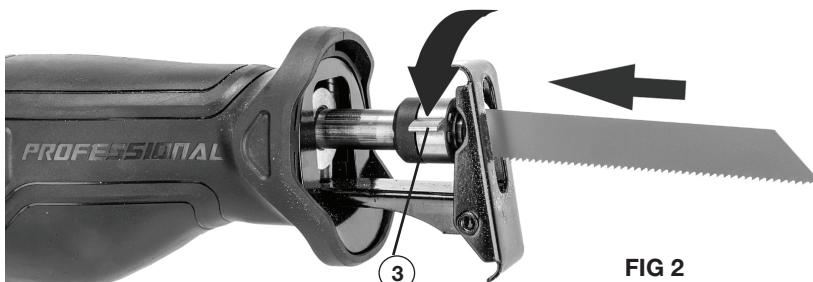

FIG 2
### INSTALACIÓN Y RETIRO DE LA HOJA DE SIERRA (FIG 2)
**Para instalar una hoja,** gira la abrazadera de liberación rápida de la hoja (3) todo lo que pueda en la dirección que se muestra en la FIG 2 (en sentido contrario a las agujas del reloj si estás frente a la sierra). Desliza la nueva hoja en la abrazadera de liberación rápida de la hoja todo lo que pueda. Libera la abrazadera de liberación rápida de la hoja. La nueva hoja ahora debería estar firmemente sujetada.